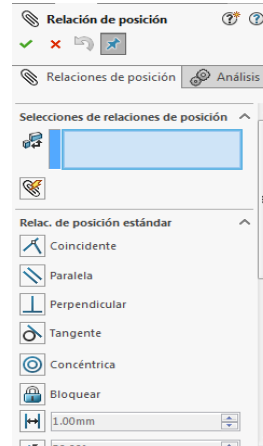

Ilustración 173
Paso 2: Aparece la siguiente pantalla en donde se seleccionan las diferentes relaciones de posición (ver ilustración 173)